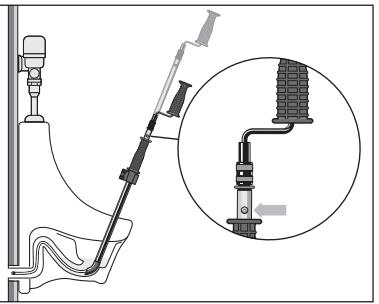

Figure 6 – Rallongement du câble
8. Pour déployer le câble au-delà des 2 pieds (60 cm) prévus, appuyez sur le bouton (Figure 6) et ramenez la manivelle ou la perceuse jusqu'à ce qu'il s'engage dans le deuxième orifice.